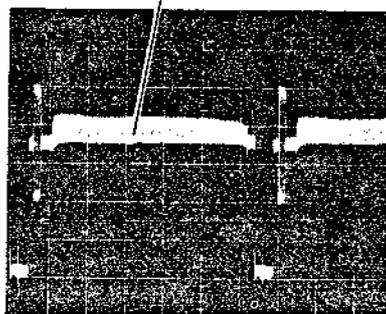

Abb. 4-5 Bildabschattungs-Abgleich
(5) Bildabschattung (Abb. 4-5, 4-6, 4-52)
Abgleich mit Oszilloskop und Farbmonitor (Abb. 4-5)
3. Den LUMA SHADING Regler (RT1102) auf lineare Wellenform abgleichen (siehe Abb. 4-5).
Abgleich mit Vektorskop und Oszilloskop (Abb. 4-5, 4-6)